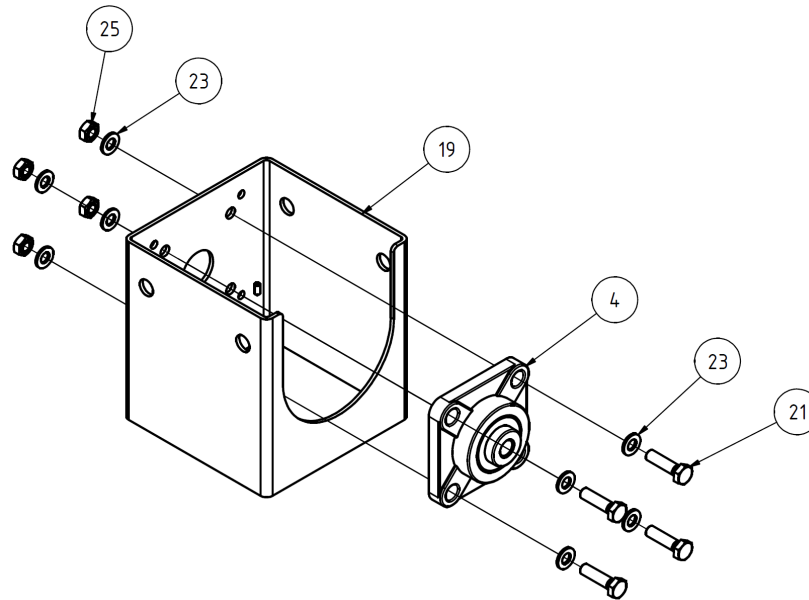

Abbildung 5: Montage des Flanschlagers an der Motorfangvorrichtung
Schrauben Sie das Flanschlager (4) mit den beiliegenden Sechskantschrauben (21), Sechskantmutter (25) und Unterlegscheiben (23) an der Motorfangvorrichtung (19), wie in Abbildung 5, fest. Achten Sie darauf, dass der Schmiernippel des Flanschlagers (4) in der Einbausituation nach oben zeigt.